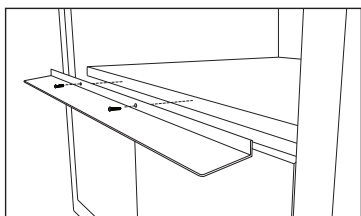

Figure 3A
2. Installer le déflecteur comme le montre la Figure 3A.